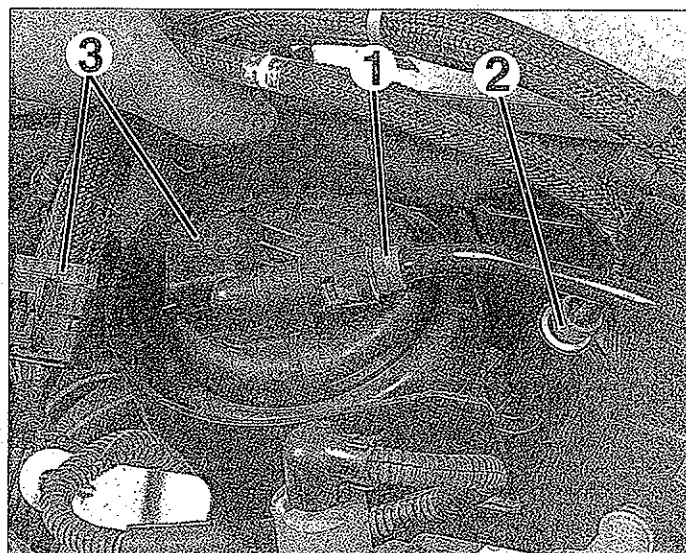

FIG. 22
- Desconectar las tuberías (1) y (2) de combustible (fig. 22).
- Desconectar el conector (3) del calefactor de combustible.